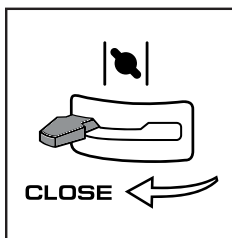

Рис. 17
4. Закройте воздушную заслонку при холодном пуске (крайнее левое положение ручки) (Рис. 17).